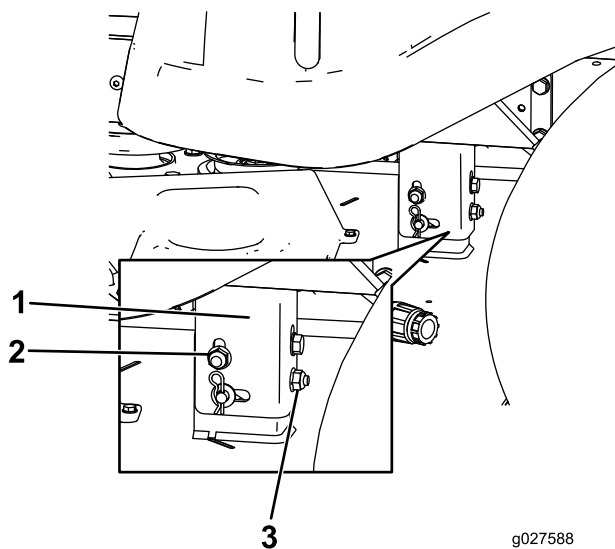

Bild 59
8. Drehen Sie die hintere Mutter, um die linke Seite des Mähwerks anzuheben oder abzusenken (Bild 59).
Hinweis: Drehen Sie die hintere Mutter nach rechts, um das Mähwerk anzuheben, oder nach links, um es abzusenken (Bild 59).